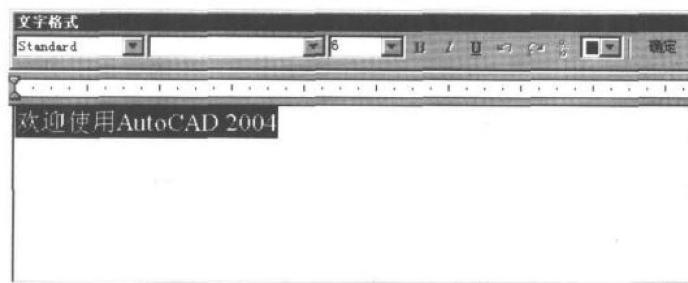

图 1-5 多行文字编辑器
- 多行文字编辑器采用了新界面(如图 1-5 所示)，并提供制表位、在位编辑等功能。